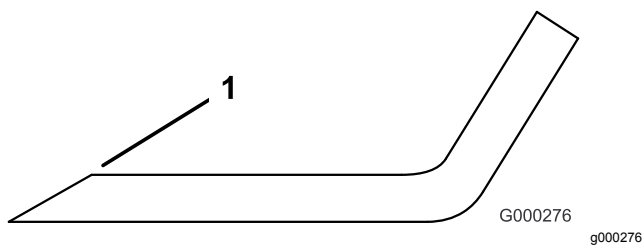

Bild 133
- Schärfen Sie alle stumpfen und ausgekerbten Schneidkanten (Bild 133).